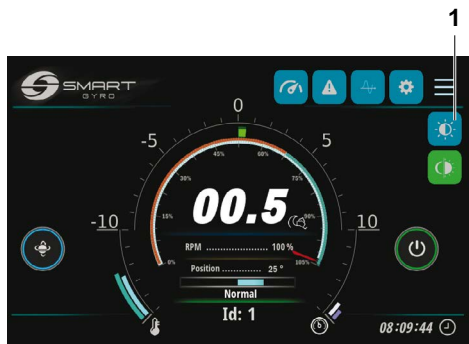

Figura 23
Premendo l'icona della luminosità nella pagina di impostazione (Figura 23, (1))